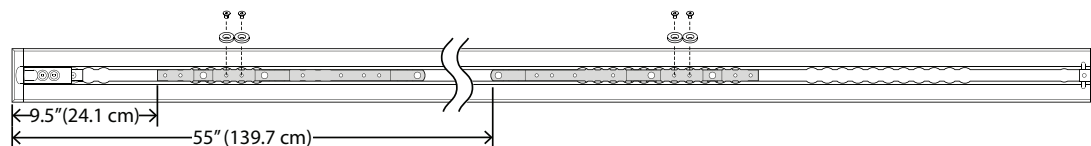

**Figur 8 – Installasjonssted for klemme**
1. Sett inn den første klemmen (A) og skyv mot fotenden (Figur 8).
2. Sett inn den andre klemmen (B).